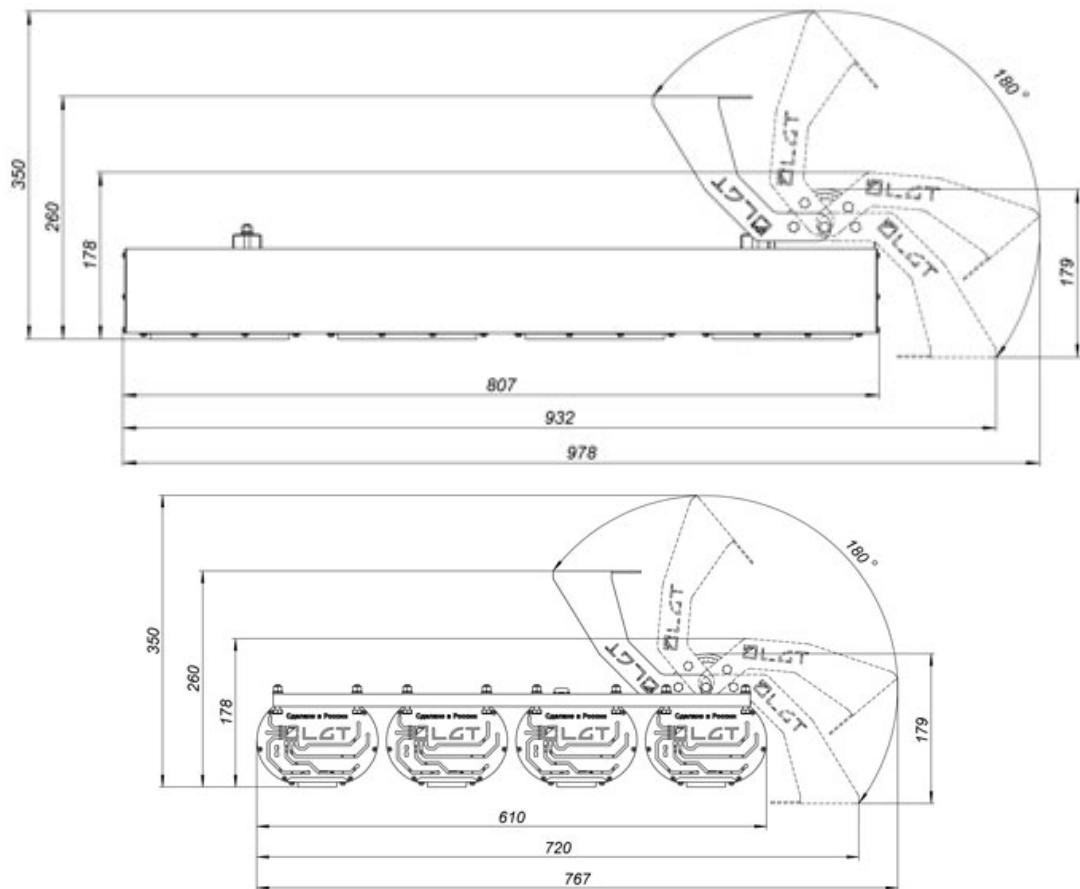

Рис. 8
6.7.7 Установить светильник под необходимым углом к освещаемому объекту и зафиксировать положение светильника с помощью винта M6. Шаг угла наклона 10 град. Максимальный угол поворота крепления потолочного на светильнике 180° (Рис. 8).